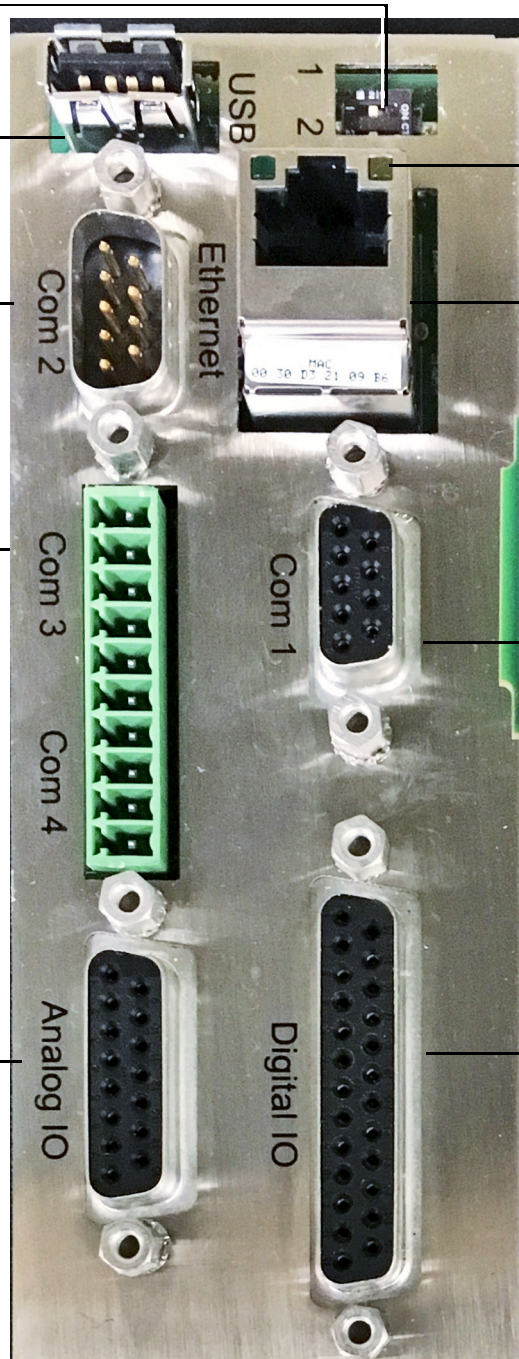

Figure 73 Connecteurs de dispositif externe (carte mère G3581-65000 illustrée)
- 2 Les connecteurs de dispositif externe sont visibles à l'avant de l'instrument (**Figure 73**).